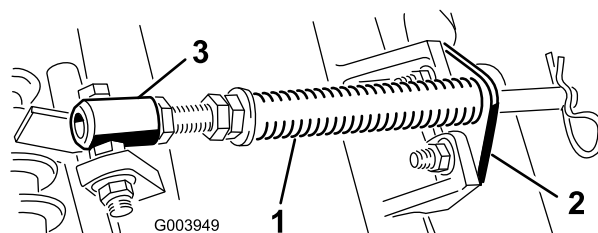

**Figure 9**
- Veillez à monter le contrepoids (Figure 9) du bon côté de l'unité de coupe, comme expliqué dans le *Manuel de l'utilisateur* de l'unité de coupe.